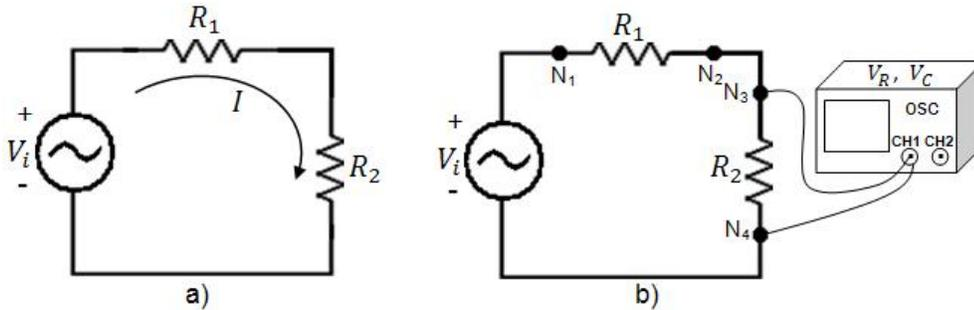

Figura 7.1. Circuito resistivo serie
b).- En segundo caso se analiza el funcionamiento del circuito resistivo serie con elementos cuyos valores demandan la corriente máxima de la fuente de alimentación. Construya el circuito de la figura 7.1, con $V_i = 10 \text{ sen}(\omega t)$ de frecuencia $f = 1 \text{ KHz}$, seleccione las resistencias que estén dentro del rango siguiente $500\Omega \leq R_1 + R_2 \leq 1600\Omega$. Antes de construir el circuito calcule la potencia de las resistencias (llene la tabla 7.2), para seleccionar los elementos de la potencia adecuada. Mida el voltaje en cada resistencia del circuito. Llene la tabla 7.2
c).- En el tercer caso se analiza el funcionamiento del circuito resistivo serie con elementos cuyos valores son de $1M\Omega$ o mayores. Construya el circuito de la figura 7.1, con $V_i = 5 \text{ sen}(\omega t)$ de frecuencia $f = 1 \text{ KHz}$ y seleccione las resistencias cuyo valor sea $1M\Omega$. Antes de construir el circuito calcule la potencia de las resistencias (llene la tabla 7.3), para seleccionar los elementos de la potencia adecuada. Mida el voltaje en cada resistencia del circuito y llene la tabla 7.3.